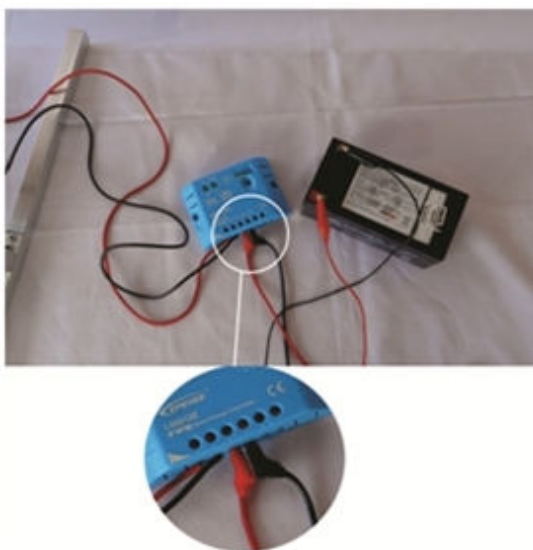

Figura 41 - Bateria e Painel ligados ao controlador com detalhe
Passo 7) Mesmo procedimento para o terminal negativo. Ao término da ligação do terminal negativo, a montagem deve estar de acordo com a figura 41.